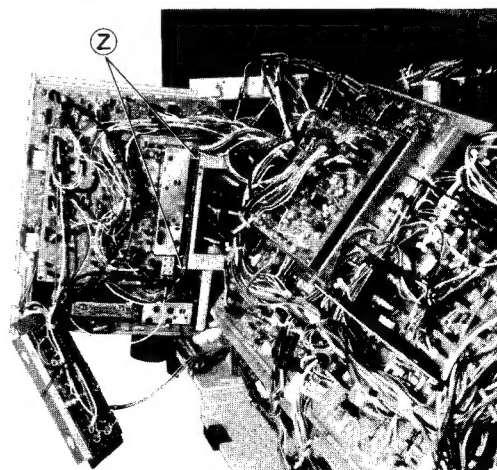

Fig. 2-3 Abb. 2-3
Draw out the M-Board as shown in fig. 2-3.
4. Zuerst die A-Platte und den T-Plattenblock herausziehen, und dann diesen Block hinlegen, wie in Abb. 2-3 gezeigt.
Die zwei Drehklemmen (Z) drehen und auf die Schlitz in der M-Platte ausrichten. Die M-Platte herausziehen wie in Abb. 2-3 gezeigt.